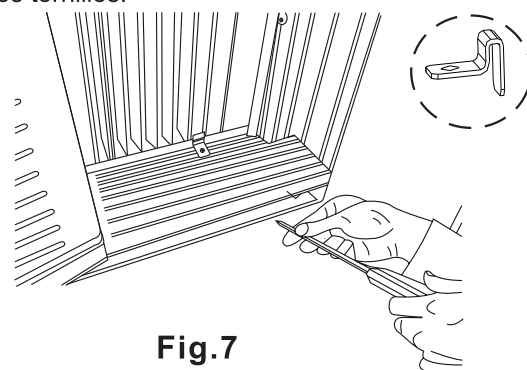

Fig.7
A. Ponga el bloqueo del marco entre la extensión de los marcos y el umbral de la ventana como se muestra (Fig.7). Llave 3/4 "(19 mm) o 1/2" (12.7 mm) tornillos de bloqueo a través de la cerradura de marco y en el alféizar.